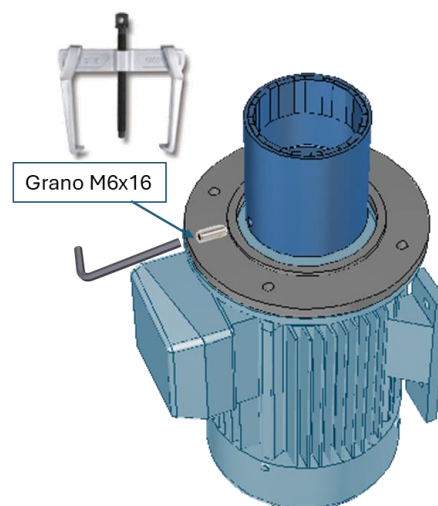

Figura 3
3. Nel caso occorra rimuovere il magnete esterno (Figura 3) dall'albero del motore procedere svitando il grano di serraggio con la brugola e quindi utilizzare un estraattore per non danneggiare l'albero del motore o il magnete esterno.